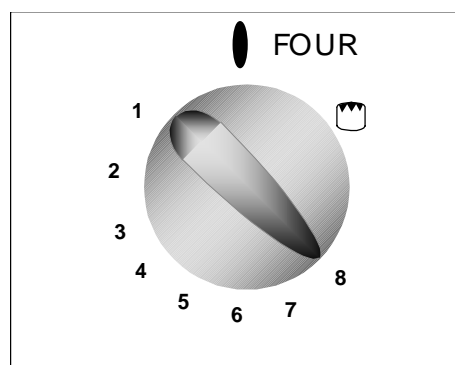

fig. 1
2. Poussez et tournez la manette du four dans le sens inverse des aiguilles d'une montre jusqu'au repère « 8 » (fig. 1) et maintenez la pression.